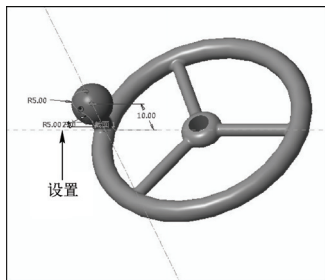

图 7-20 设置参数
STEP 03 此时在模型上显示原来的尺寸数值,在原尺寸数值“R4”上双击鼠标左键,弹出“尺寸”文本框,输入“5.00”并确认,如图 7-20 所示。